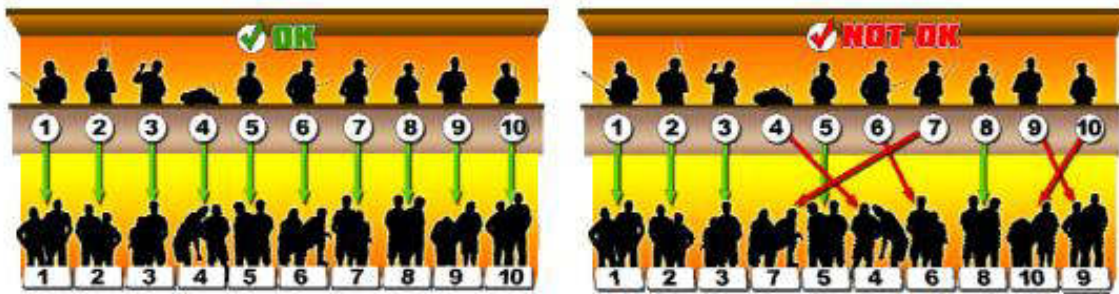

Figura 18: Disposizione dei Meccanici e dei Piloti nel palco
- 6.9.12 **Per tutte le categorie, la durata della Finale può essere di massimo 45 (quarantacinque) minuti; le rimanenti fasi finali di recupero di minimo dieci (10) minuti.**
- Prima della partenza della Finale, per ciascuna categoria, verrà eseguita la foto e la presentazione al pubblico dei Piloti finalisti da parte del Direttore di Gara. Durante la chiamata, il Pilota, dovrà salire sul palco e scegliersi il posto di maggiore preferenza per la sua guida. Successivamente, i Meccanici (o Meccanico) ad esso associati, dovranno occupare, ove possibile, la casella della corsia dei box di rifornimento corrispondente e situata sotto al Pilota. Per una maggiore chiarezza di esposizione si faccia riferimento alla Figura 18 di pagina 51.